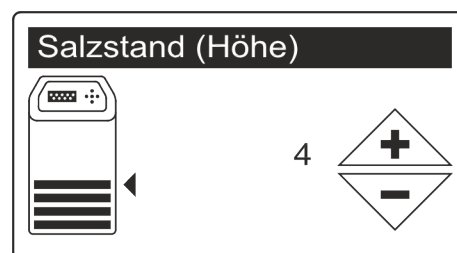

Abb. 19: Menüpunkt Salzstand (Höhe)
6. ➤ oder betätigen, um den Salzstand einzustellen (Abb. 19).